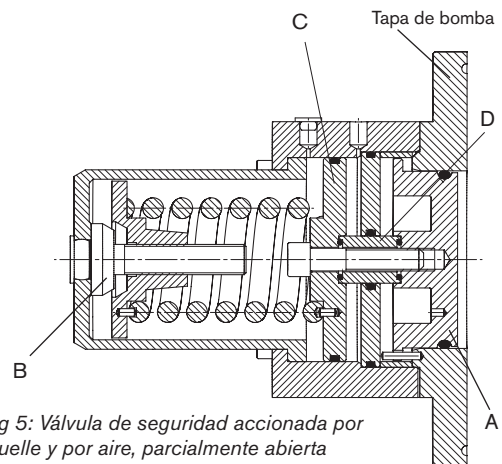

Fig 5: Válvula de seguridad accionada por muelle y por aire, parcialmente abierta
La fig. 5 muestra la válvula parcialmente abierta. La presión del medio dentro del cuerpo de rotores ha forzado el cabezal de la válvula (A) hacia la izquierda, contraponiéndose a la fuerza del muelle, mediante el manguito separador y la válvula de pistón CIP/SIP.